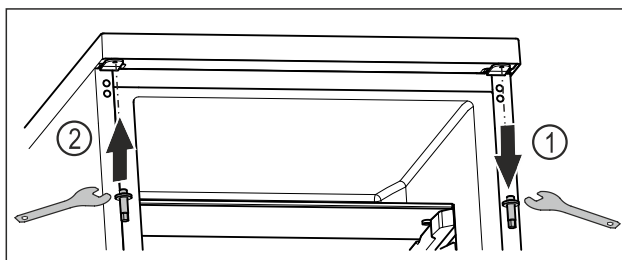

Fig. 19
- ▶ S ključem z zunanjim šestkotnikom odvijte zgornji sornik. Fig. 19 (1)
- ▶ S ključem z zunanjim šestkotnikom trdno privijte sornik na nasprotni strani. Fig. 19 (2)